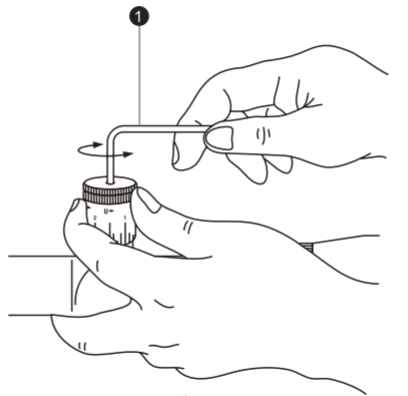

Fig. 3-7
Håll justeringsratten/greppvänliga ratten med fingrarna och undvik att vrida den från den inriktade skalringen, vrid skruven på justeringsrattens/greppvänliga rattens ovansida moturs med den medföljande insexnyckeln (1) så att skruven går att avlägsna. Ta sedan bort justeringsratten/greppvänliga ratten (Fig. 3-7).